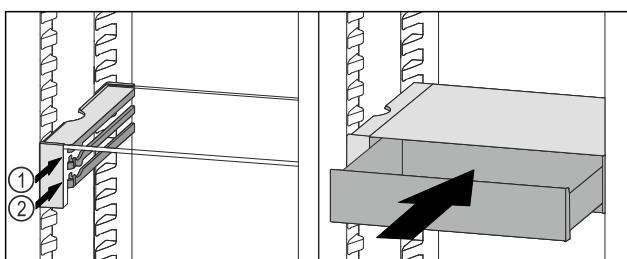

Fig. 103
- ▶ Поставете чекмеджето на VarioSafe зад ограничителите върху желаното ребро Fig. 103 (1) или Fig. 103 (2).